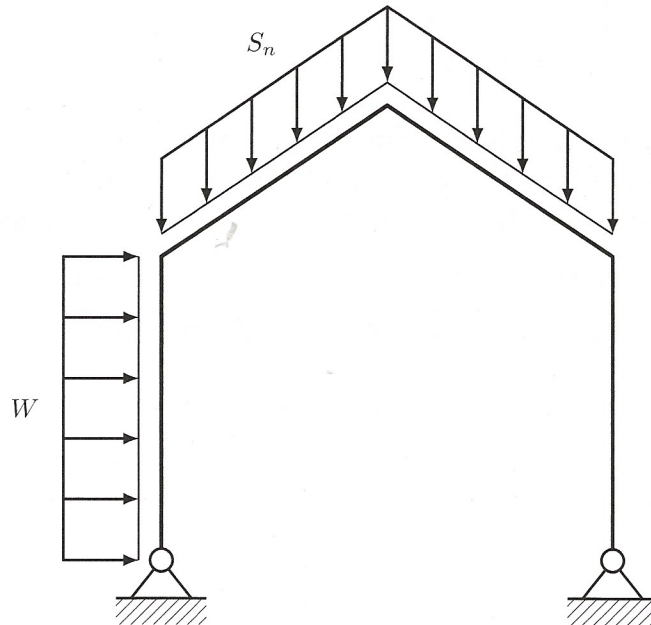

FIG. 9 : Structure
73. Quelles sont les combinaisons d'actions correspondant à un calcul à l'ELU susceptibles d'être dimensionnantes pour la structure de la figure 9 ?